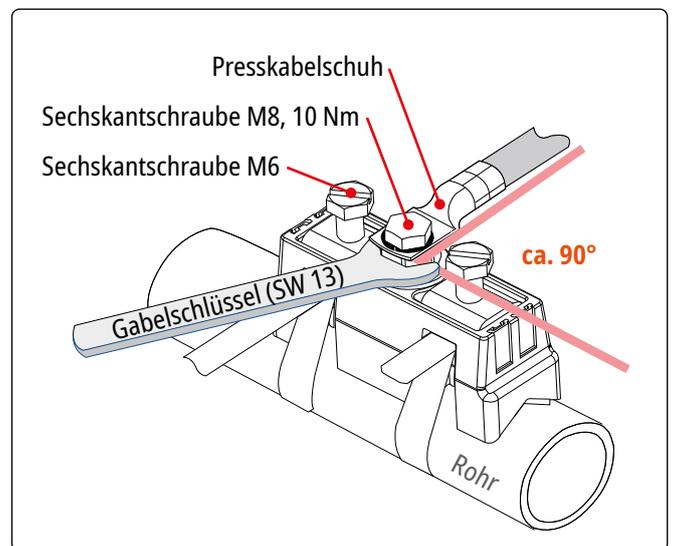

Fig. 3.4 Anschluss Presskabelschuh
- ➔ Beim Anschließen der Leiter (über Presskabelschuh) an die Ex-BRS 27 mittels der Schraube M8, ist ein Gegenhalten des Kontaktbolzens mit einem Gabelschlüssel (SW 13) erforderlich (**Anzugsdrehmoment 10 Nm**). Dabei muss sichergestellt sein, dass die Anschlussleitung inkl. Presskabelschuh nicht die Spanneinheit (Sechskantschraube M6, Spannkopf und Spannband) oder das Rohr berührt (siehe Fig. 3.4).